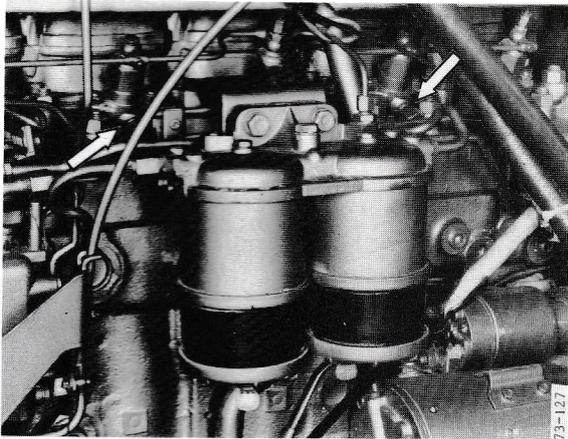

Figure 73
- f) Desserrer les raccords de fixation des tubes d'injection sur les injecteurs, figure 73. Faire tourner le moteur au démarreur jusqu'à ce que le combustible s'écoule par ces raccords sans bulle d'air. Resserrer les raccords.